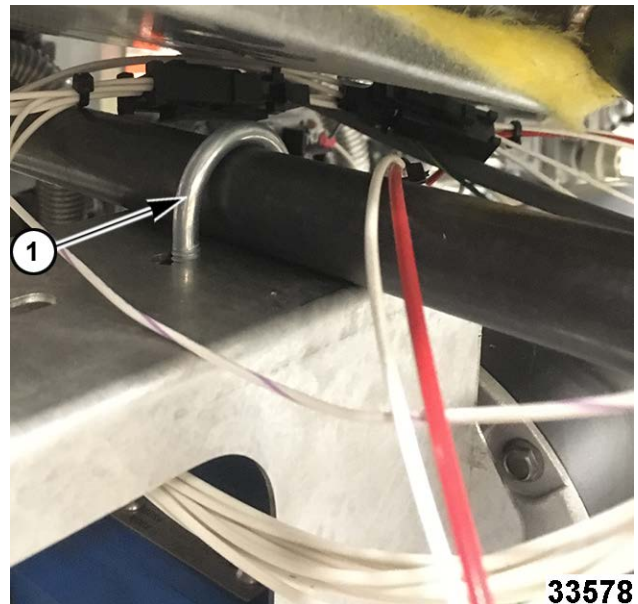
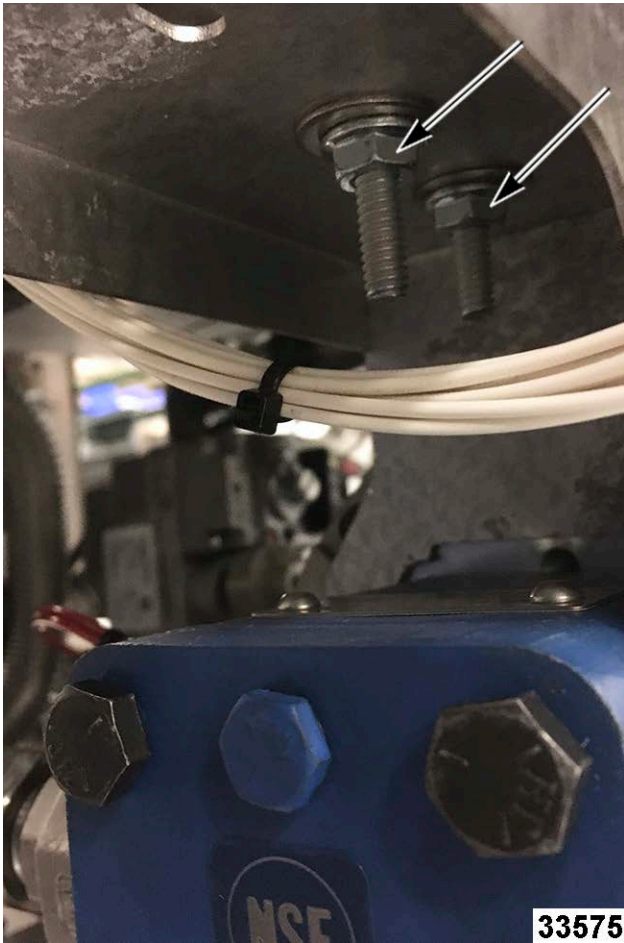

Fig. 23
Fig. 24
3. Remove U-bolt (1, Fig. 23) nuts ( Fig. 24).